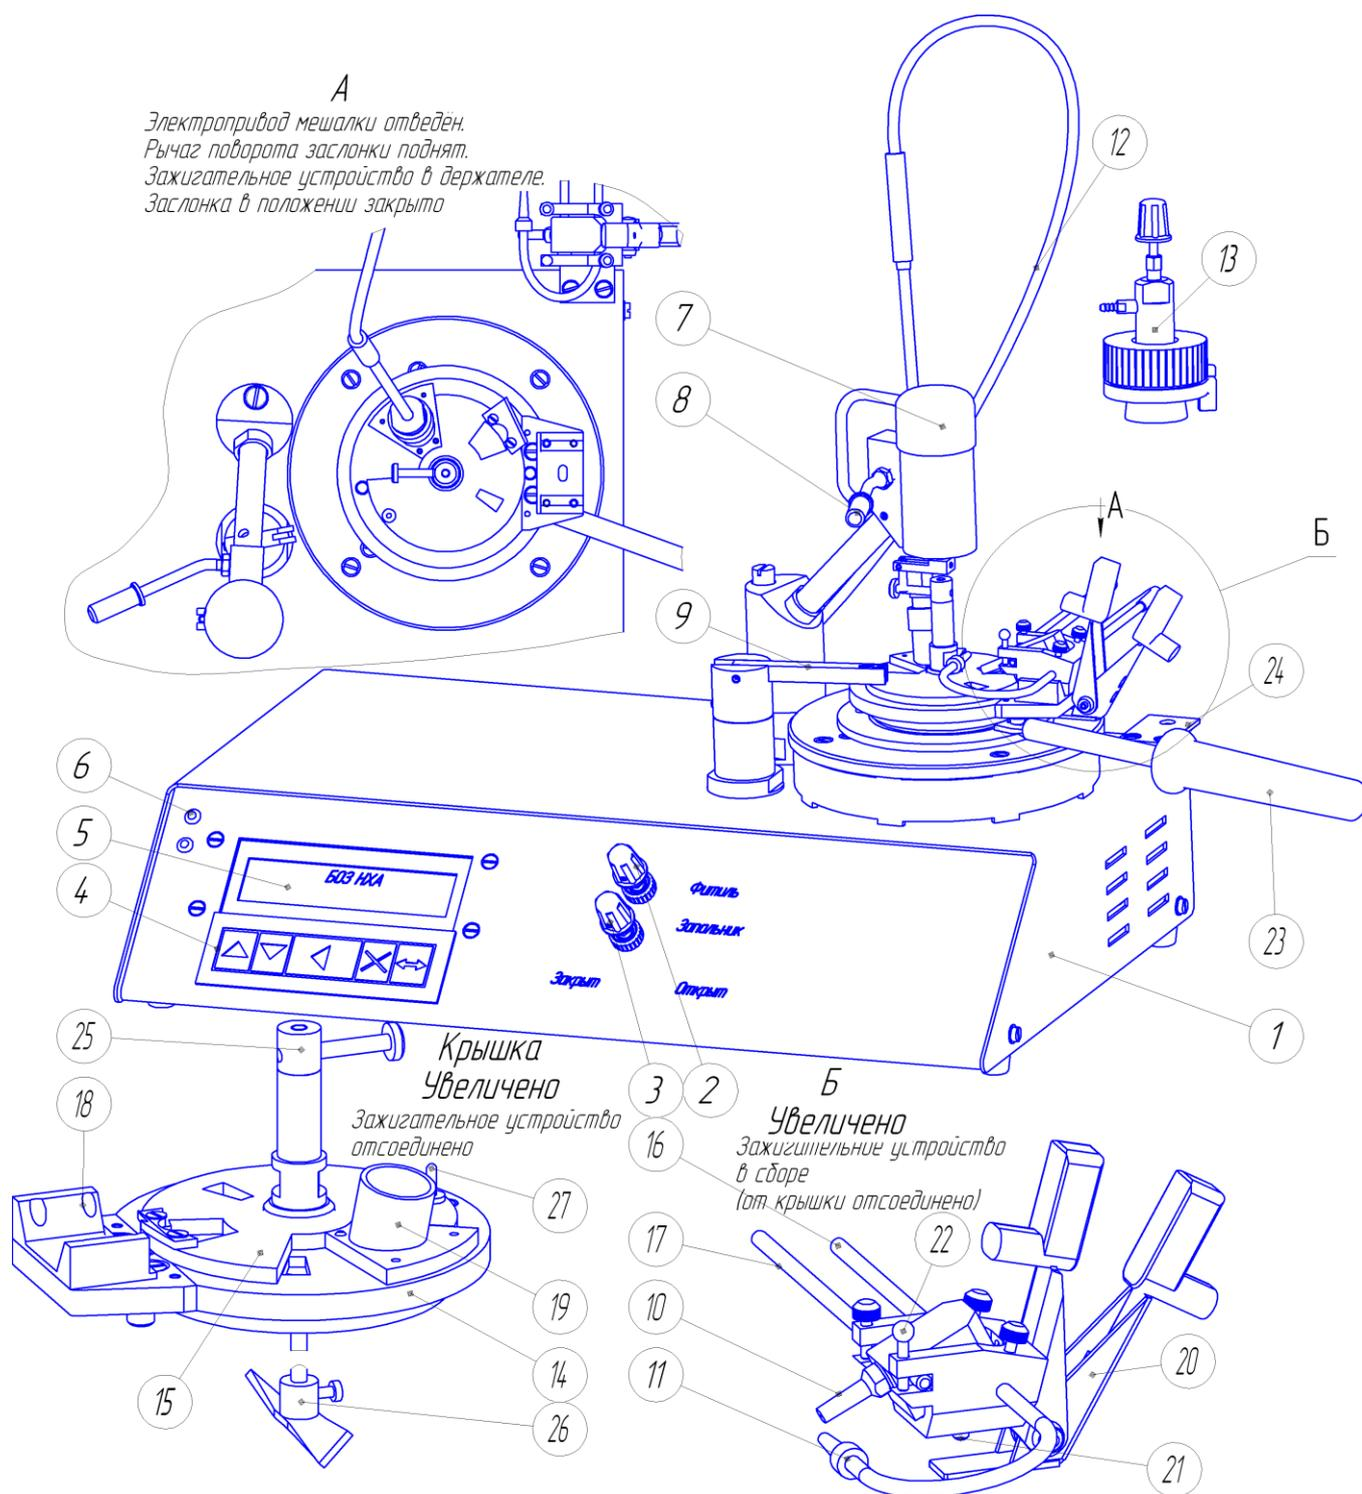
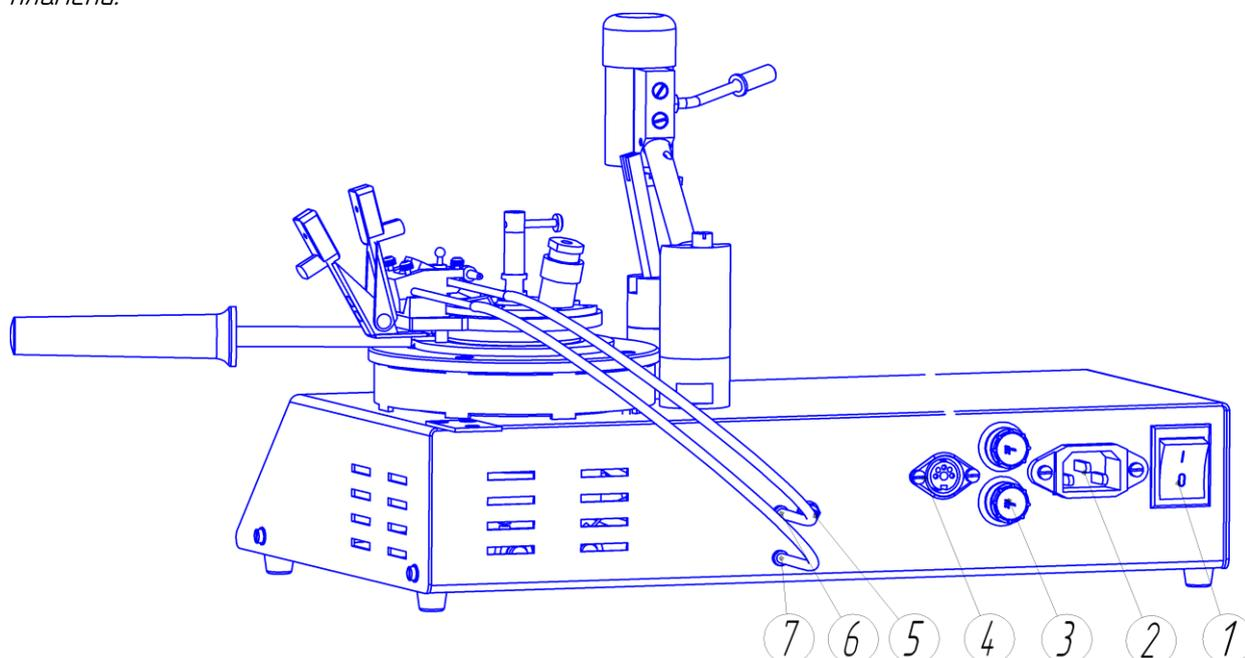

Рисунок 1-Полуавтоматический аппарат для определения температуры вспышки в закрытом тигле ТВЗ- П
Рисунок 2- Полуавтоматический аппарат для определения температуры вспышки в закрытом тигле ТВЗ- П (вид сзади)
- отвести в сторону электропривод, воспользовавшись рукояткой 8 рисунок 1 по часовой стрелке, до момента срабатывания фиксатора (характерный щелчок);
- поднять рычаг поворота заслонки 9 рисунок 1;
- снять зажигательное устройство (свести вместе рукоятки прищепки 20 рисунок 1 поднять устройство, отвести в сторону) и установить в держатель 25, как показано на рисунке 1
- снять крышку 14 с заслонкой 15 рисунок 1;
8.8 Убедиться, что клавиша 1 рисунок 2 находится в положении выключено.
8.9 Установить сетевой шнур в разъём 2 рисунок 2.
8.12 Подключить к баллону с горючим газом (тип «Еврогаз») адаптер с краном 13 рисунок 1 (входит в комплект поставки) и соединить его с ниппелем 5 (рисунок 2) посредством трубки (входит в комплект поставки)
- включить аппарат клавиша 1 рисунок 2;
- выключить аппарат клавиша 1 рисунок 2.
9.7 Открыть кран адаптера, затем открыть вентиль регулировки дежурного пламени 3 рисунок 1 и поджечь, установить необходимую величину размера пламени.
9.8 Открыть вентиль регулировки испытательного пламени 2 рисунок 1, установить необходимую величину размера пламени ориентируясь по шаблону 24 рисунок 1.
9.9 Включить аппарат клавиша 1 рисунок 2.